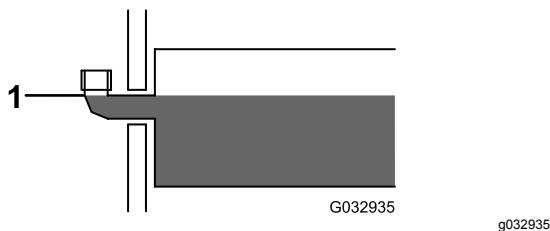

Bild 32
- Nehmen Sie den Fülldeckel vom Hydraulikbehälter ab (Bild 32).
- Füllen Sie den Behälter langsam bis zum Füllkrümmer mit Hochleistungshydrauliköl von BOSS (Bild 32).